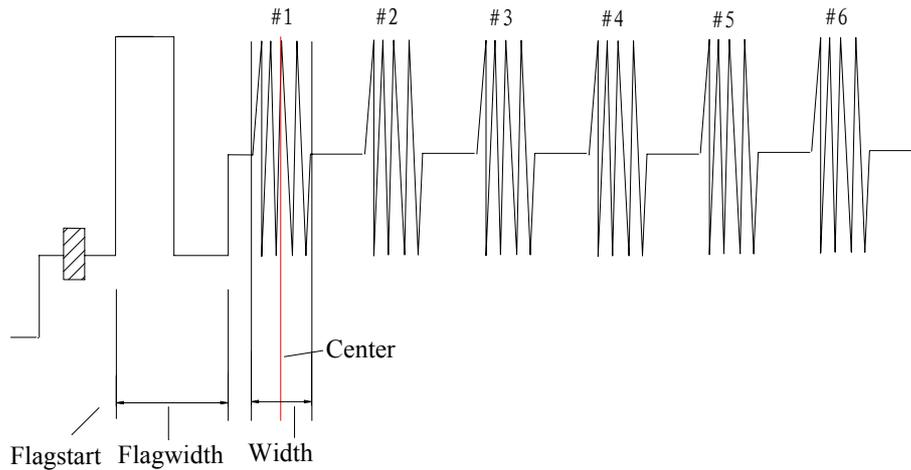

图 4 亮度通道带宽 100%多波群信号
3.2 在测试碟常规测试中选中“亮度通道带宽”，播放“100%多波群”信号，信号波形及测试点如图 4 所示：
选择 Menu，进入 Acquire，选中 Special Position，分别调节 Flagstart 和 Flagwidth 到如图 4 所示位置。选中 Packet #1，分别调节 Center 和 Width 到如图 4 所示位置。